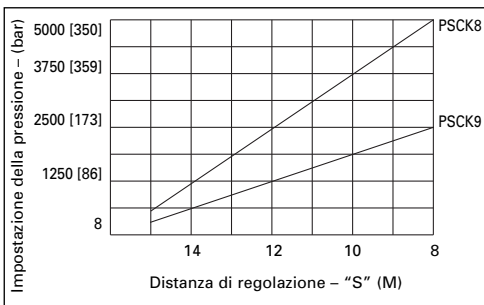

Figura 4, Grafico
3. Serrare il controdado con una torsione pari a 4 Nm (3 pd/lb) mantenendo fissa l'impostazione della pressione con la chiave inglese. Il grafico della figura 4 presenta solo alcune norme generali per l'impostazione della pressione; per trovare il punto preciso di commutazione, servirsi di un interruttore di pressione.
**NOTA:** la distanza di regolazione "S" nella figura 4 è misurata dall'estremità della vite di regolazione al corpo dell'interruttore (dove va a chiudersi il controdado).